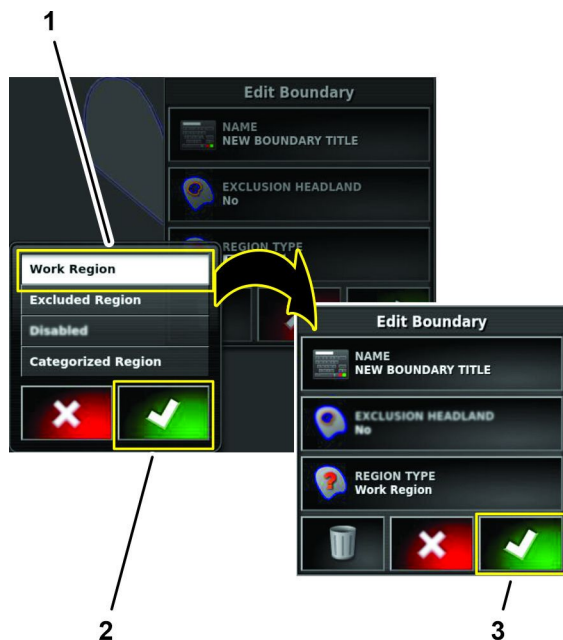

Figura 60
2. Na caixa de diálogo “tipo de região”, pressione o ícone REGIÃO DE TRABALHO e, em seguida, pressione o ícone confirmar (Figura 60).